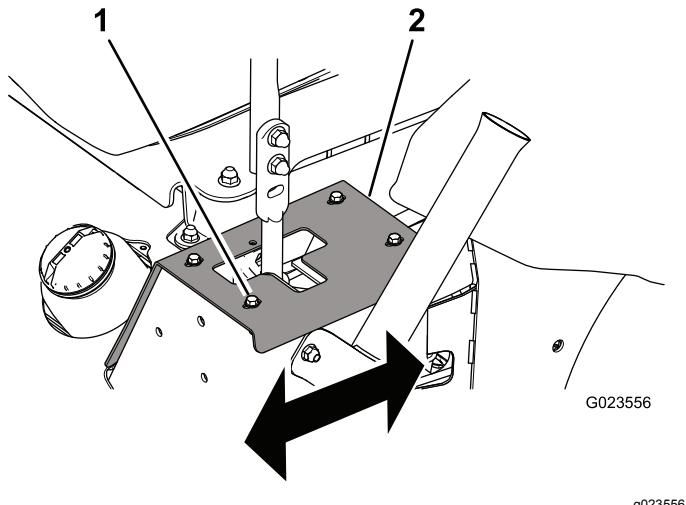

Figure 55
- Si elle se déporte à droite, desserrez les boulons et reculez la plaque de butée gauche jusqu'à ce que la machine se déplace en ligne droite (Figure 55).
- Si elle se déporte à gauche, desserrez les boulons et reculez la plaque de butée droite jusqu'à ce que la machine se déplace en ligne droite (Figure 55).
3. Serrez les boulons pour fixer la plaque de butée (Figure 55).